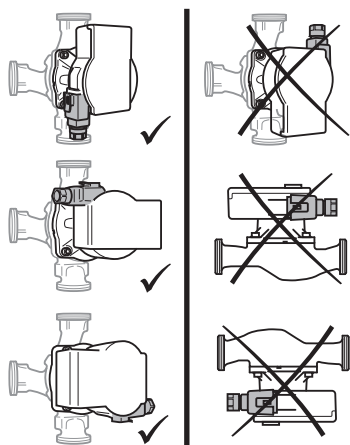

Fig. 2: Installationspositioner
- Vælg installationssted i overensstemmelse med den tilladte installationsposition (Fig. 2).
- Overhold pumpens tilladte monteringsposition (Fig. 2), drej eventuelt motorhovedet (2+6).
- Overhold den tilladte installationsposition (Fig. 2) og flowretningspilen på pumpehuset (1).
- Skru de 4 kabinetskrue (5) fast.